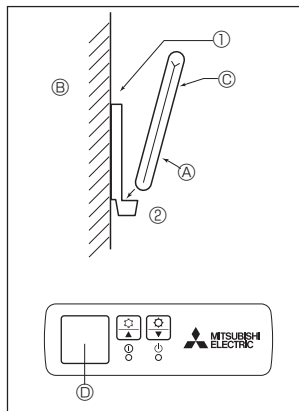

Fig. 6-2
2) Método de instalación (Fig. 6-2)